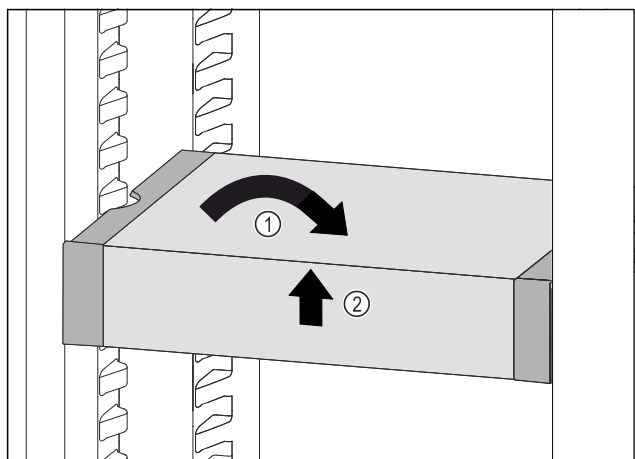

Fig. 93
- ▶ Collocare VarioSafe in maniera dritta. Fig. 93 (1)
- ▶ Sollevare VarioSafe dal lato anteriore. Fig. 93 (2)